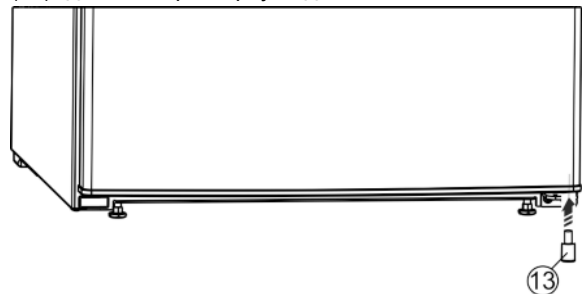

Fig. 11
- ▶ Поставете отново ограничителя Fig. 11 (13) долу отдясно във вратата, защото това е важно за стабилността на уреда.